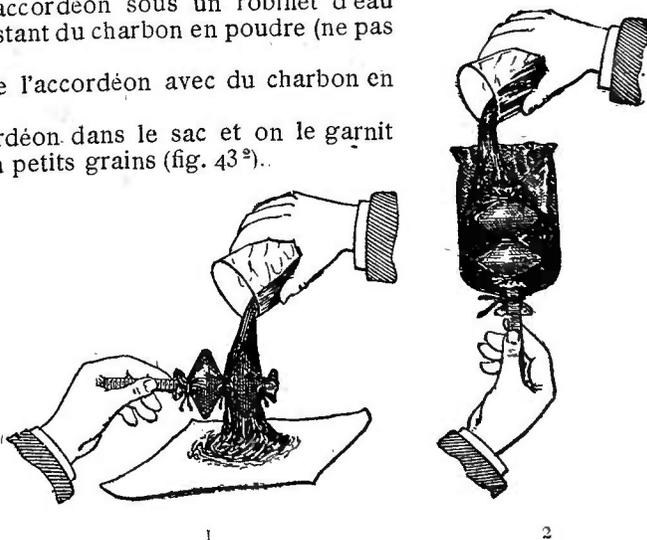

FIG. 43. — REMONTAGE DU FILTRE MAIGNIEN (filtre à charbon et tissu d'amiante).
- 3° On saupoudre l'accordéon avec du charbon en poudre (fig. 43¹).
- 4° On met l'accordéon dans le sac et on le garnit avec le charbon en petits grains (fig. 43²).